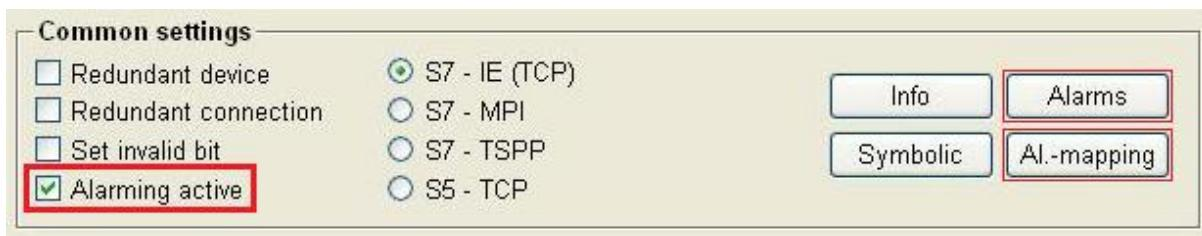
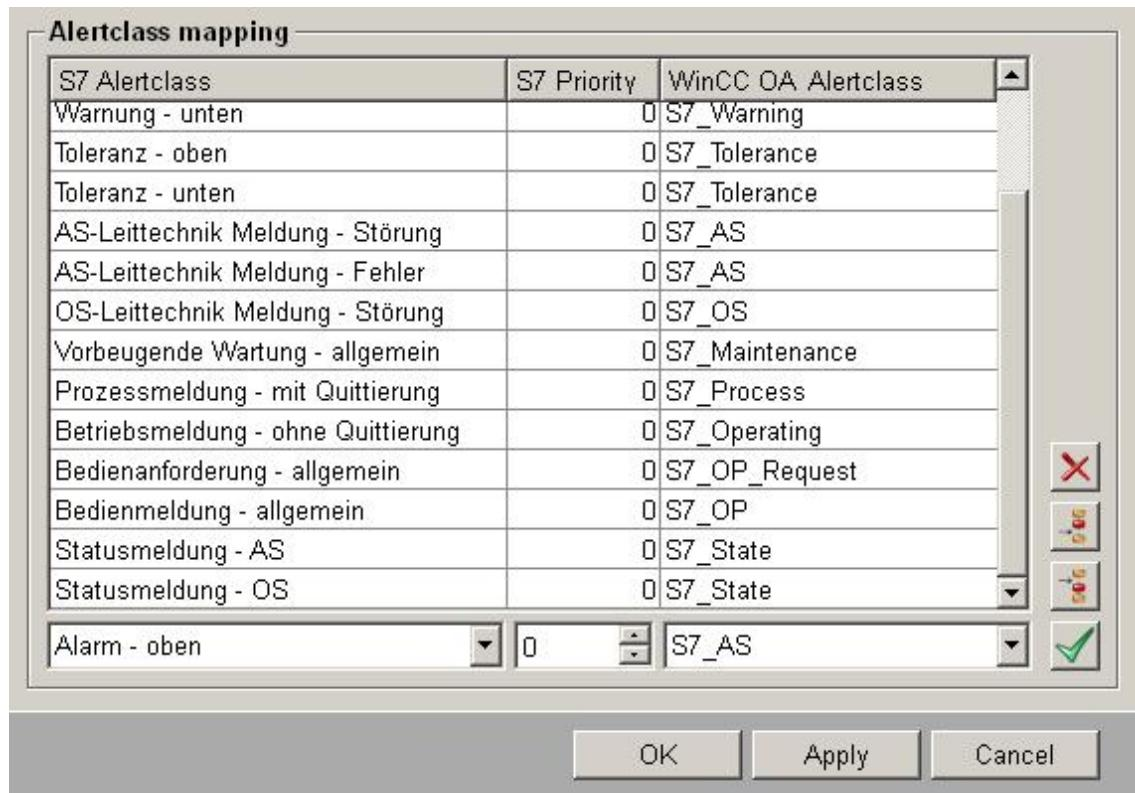

图 1：在“ S7 Driver” 中启用 S7 报警功能
图 3：将 S7 报警类别映射到 WinCC OA 报警类别的组态画面
- 1) 基本参数配置。创建一个新的 PVSS 项目，选择项目语言与组态 S7 报警的 Step7 项目一致（注意，如果 Step7 项目中 S7 报警的消息文本为中文，PVSS 项目需要选择项目语言“zh_CN.gb2312-1”）。在 WinCC OA Console 中新建并启动 S7 Driver Manager。在 Gedi 中，打开“System management -> Driver -> S7 driver”组态对话框，创建并组态 S7 设备，并激活“Alarming active”复选框（如图 1 所示），用于启用 S7 报警功能。
2) 报警参数组态。点击图 1 中的“ Alarms” 按钮，如果是第一次组态，将弹出的“文件选择”对话框，选择并打开组态了 S7 报警的 Step 7 项目，进入“ Alarm parameterization” 对话框，如图 2 所示。在下面的表格“ Alerts” 中将列出从相应“ Station” 读取的 S7 报警信息，包括“ Alert number” 和“ Alert text” 等。
3) 报警类别的映射。在“ S7 driver” （图 1）的组态对话框中点击“ Al.-mapping” 按钮，弹出“ 报警类别映射” 对话框，用于将 S7 报警类别映射到 WinCC OA 报警类别，如图 3 所示。列“ S7 Alertclass” 显示已有的 S7 报警类别（默认 16 个），列“ WinCC OA alertclass” 显示 WinCC OA 对应的报警类别，在“ S7 Priority” 列可以设置对应的优先级（0-16）。在该对话框中可以创建、修改或删除报警类别的映射。
- 2) 可以设置不使用 S7 报警来保证性能，方法如下：取消激活图 1 中的“ Alarming active” 复选框，用于禁用 S7 报警功能。